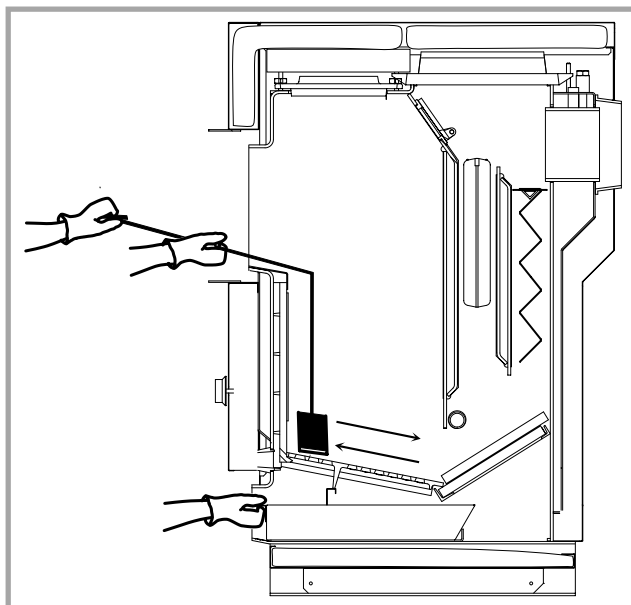

Figure 15 - Décrassage de la grille
• **Tous les jours** : Décrasser la grille à l'aide de l'outil spécial (fig. 15).